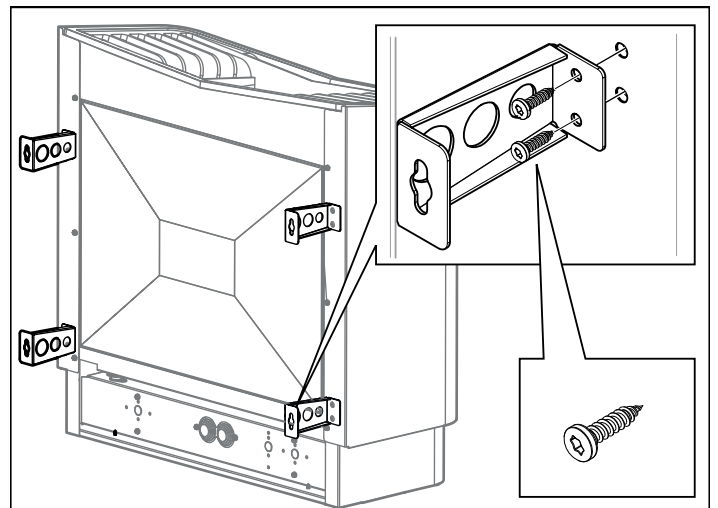

Afbeelding 10: elektra-aansluiting
2. Sluit de elektriciteitskabel (zie afbeelding 10) volgens het bedradingsschema (zie het gedeelte Aansluit- en bedradingsschema, afbeeldingen 17-24).